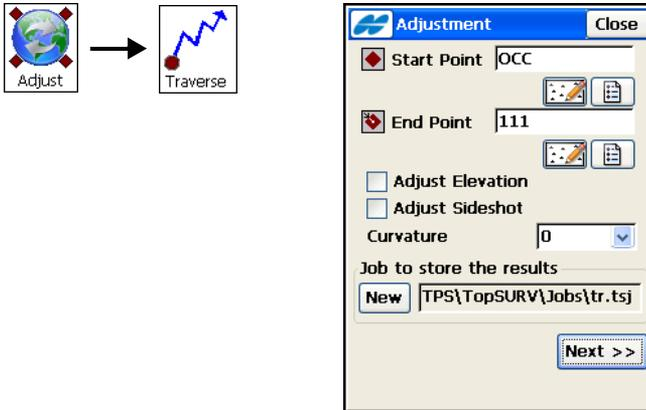
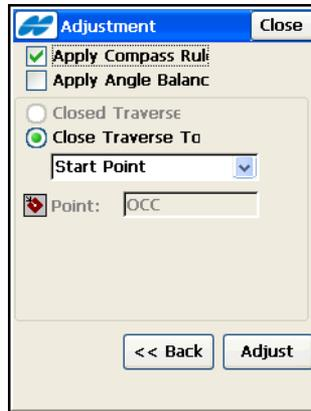

Abbildung 10-27. Polygonzugausgleichung
Abbildung 10-28. Ausgleichung
1. Geben Sie im Fenster **Justage** (Abbildung 10-27) die Ausgangsdaten für die Ausgleichung ein: ersten und letzten Punkt des Polygonzugs, ob Höhen und Polarpunkte ausgeglichen werden sollen, einen Wert für die Erdkrümmung und das Projekt, in dem die ausgeglichenen Standpunkte des Polygonzugs abgelegt werden sollen. Tippen Sie anschließend auf **Weiter**. Das zweite Fenster **Justage** erscheint (Abbildung 10-28 auf Seite 10-26).
2. Wählen Sie im nächsten Fenster **Justage** (Abbildung 10-28 auf Seite 10-26) die Ausgleichungsmethode (*Kompassregel anwenden* oder *Winkelbalance anwenden*) und eine Technik zum Schließen des Zugs, falls er offen ist.